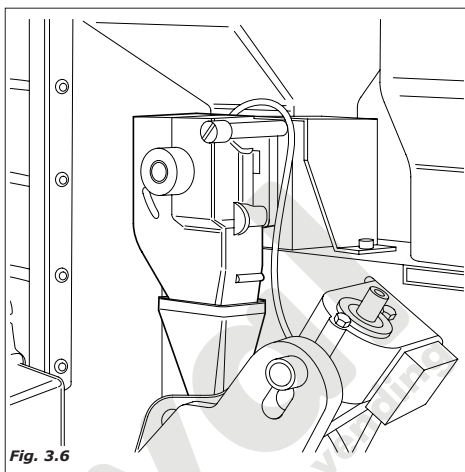

Fig. 3.6
- Se activa el molinillo hasta moler la dosis de café ajustada en el dosificador (Fig. 3.6).